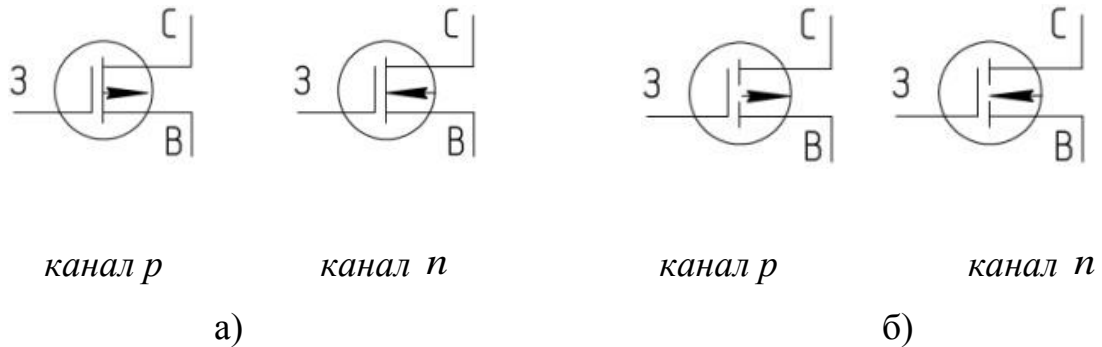

Рисунок 6.2 – Умовне графічне зображення польового з ізолюваним затвором
- польовий транзистор з ізолюваним затвором вбудованим каналом (рисунок 6.2,а);
- польовий транзистор з ізолюваним затвором індукованим каналом (рисунок 6.2,б).